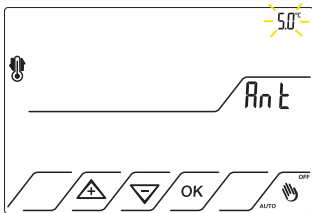

Fig.38
10.4.4 Premere i tasti  o  per impostare il valore di Antigelo desiderato. Fig.38